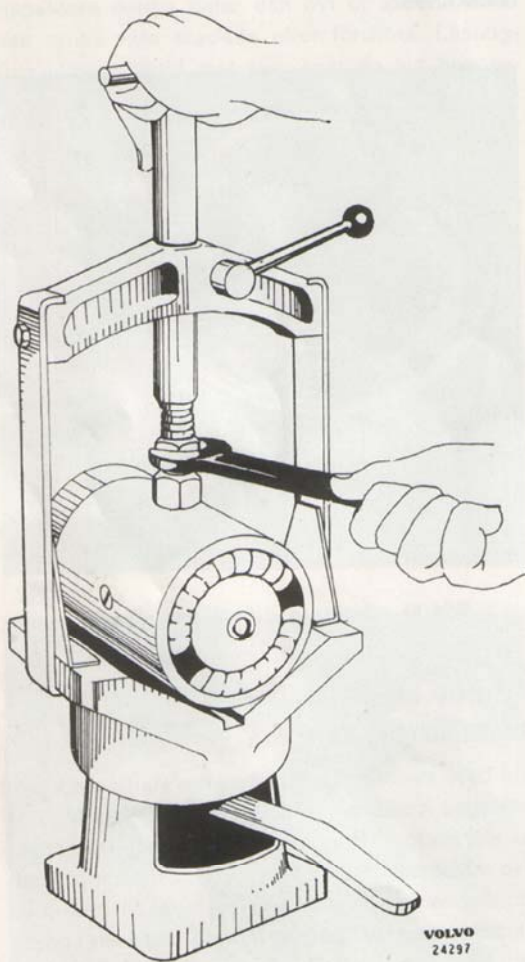

Bild 62. Uppspänningsbock för demontering av fältlindning.
3. Lägg därefter in statorn i den på bild 62 visade uppspänningsbocken. (Bosch EF AW 9) och lossa polskruvarna.